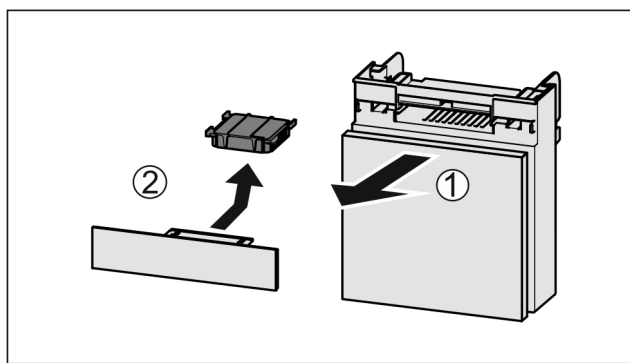

Fig. 192
- ▶ Pretinac izvucite Fig. 192 (1) prema naprijed.
- ▶ Izvadite filter s aktivnim ugljenom Fig. 192 (2).